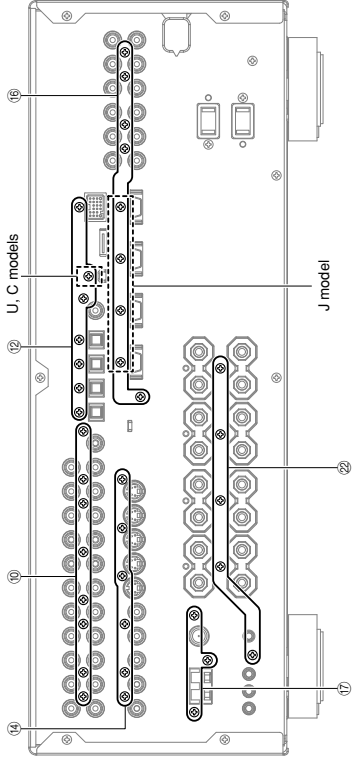

Fig. 4
- Remove 5 screws (⑯). (Fig. 4)
- ⑯のネジ5本を外します。(Fig. 4)
- Remove 3 screws (⑰). (Fig. 4)
- ⑰のネジ3本を外します。(Fig. 4)
- Remove 5 screws (㉒). (Fig. 4)
- ㉒のネジ5本を外します。(Fig. 4)